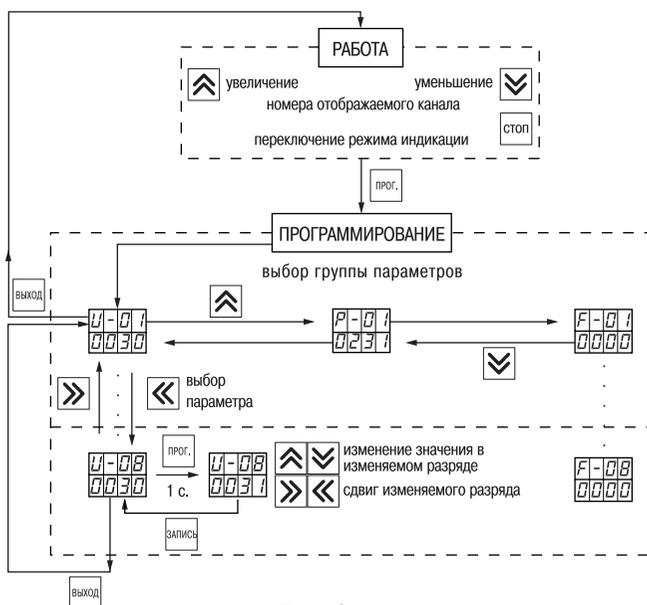

Рис. 3
10.1.2. Программируемые параметры распределены на три группы – "U", "P" и "F" (рис. 3).
10.1.4. После выбора программируемого параметра для его изменения нужно кратко нажать кнопку  (~1 с), см. рис. 3.